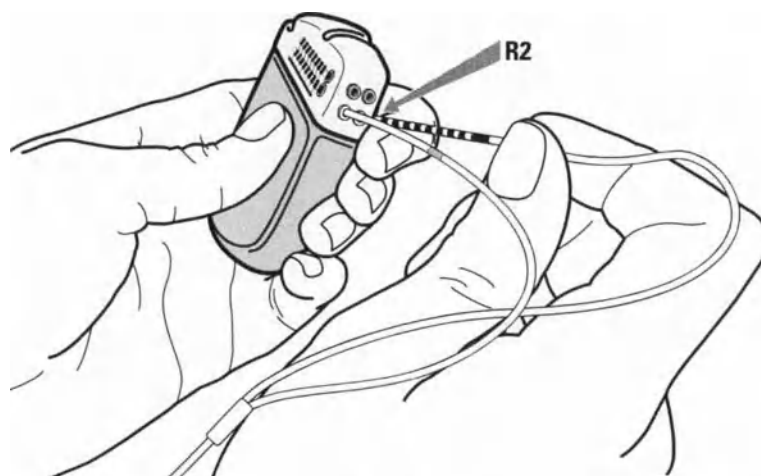

Рисунок 40. Подключение к порту R2 ИГИ
- а. Для удлинителя электрода на 2x8 контактов: подключите шлейф без полоски маркировки к порту с обозначением R2 (Рисунок 40).